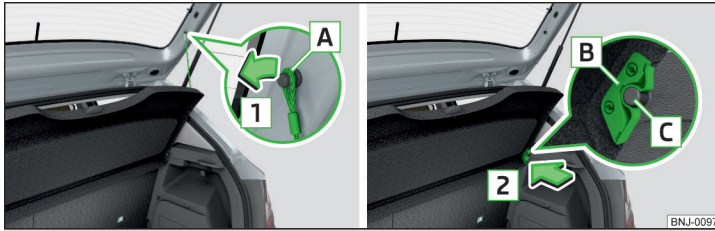

Abb. 107 Gepäckraumabdeckung herausnehmen
Sind die Haltebänder **A** » Abb. 107 an der Gepäckraumklappe eingehängt, dann wird beim Öffnen der Klappe die Gepäckraumabdeckung (nachstehend nur Abdeckung) mit angehoben.
- Auf den beiden Seiten der Gepäckraumklappe die Haltebänder **A** in Pfeilrichtung **1** aushängen » Abb. 107.
- Die Aufnahmen **B** an der Abdeckung über die Halterungen **C** an der Seitenverkleidung stellen » Abb. 107.
Im vorderen Bereich müssen die Aufnahmen **B** » Abb. 107 auf Seite 87 an der Abdeckung vollständig in den Halterungen an der Seitenverkleidung einrasten. Im hinteren Bereich muss die Abdeckung auf beiden Seiten unter der Verrastung gesichert sein.